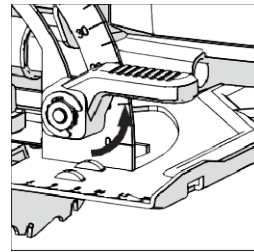

Рис. 13
- Освободите механизм фиксации угла наклона, расположенный в передней части устройства, потянув рычаг вверх. (Рис. 13)